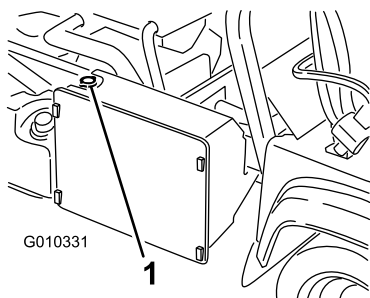

Figura 55
3. Retire o tampão do radiador (Figura 55).
7. Tape o radiador e instale o tampão (Figura 55).